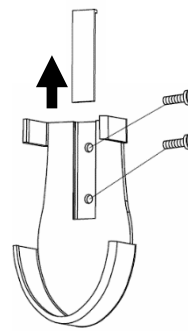

Fig. 13a
2. Retirez le cache-vis et installez le support à l'aide des deux vis, puis réinstallez le cache-vis. (Fig.13a).